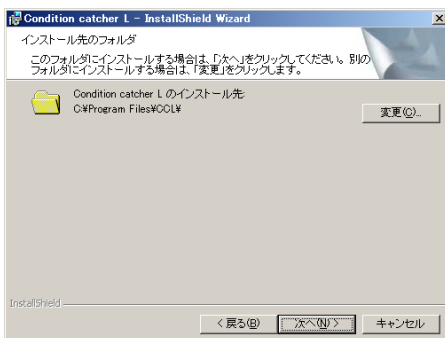
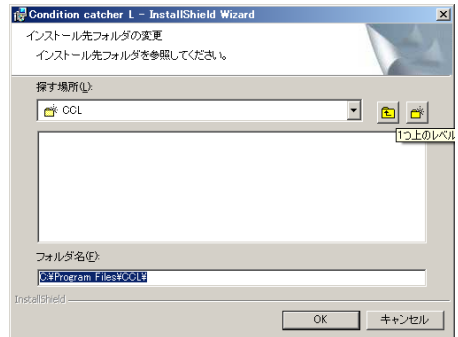

図5. インストール画面2
図6. インストール画面3(フォルダ指定)
- ④ インストール先のフォルダを変更する場合には、図5画面の『変更』ボタンをクリックして表示される図6画面を操作してインストール先を指定してください。